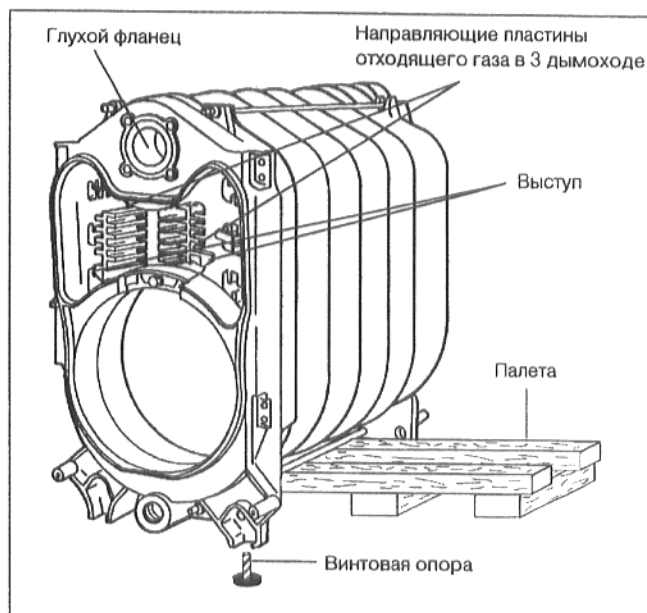

рис. 16
- Направляющие пластины отходящего газа должны быть вставлены в 3 дымохода литыми планками наружу (рис. 16).
- Вставить с одной стороны палету под нижнюю ступицу котла, чтобы котел слегка наклонился в сторону (рис. 16).
- Вернуть винтовые опоры в передние и задние литые опоры котла (рис. 16).
- Установить посредством машинных винтов глухой фланец с вложенным плоским уплотнительным кольцом перед нижней ступицей котла (рис. 16).